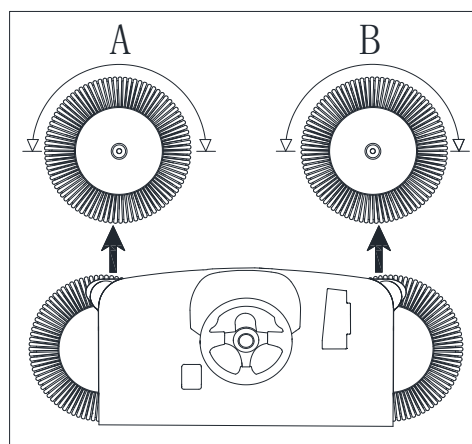
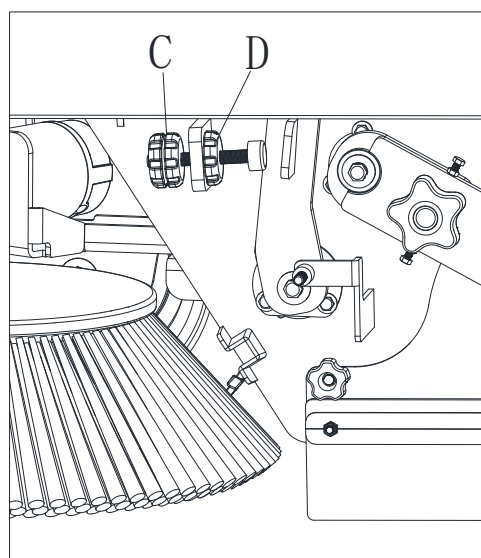

Figura 28
Figura 29
- Verificați dacă amprentele periilor laterale sunt ca în figură (A și B, Figura 28).
- Reglați dispozitivul de reglare a periei laterale (C, Figura 29) până când se obține amprenta corectă (A și B, Figura 28). Apoi, fixați dispozitivul de reglare cu piulița inelară (D, Figura 29).